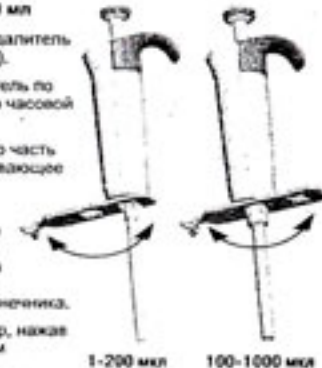

Рис. 10
3. Открутите конус наконечника по направлению против часовой стрелки с помощью ключа (рис. 10).